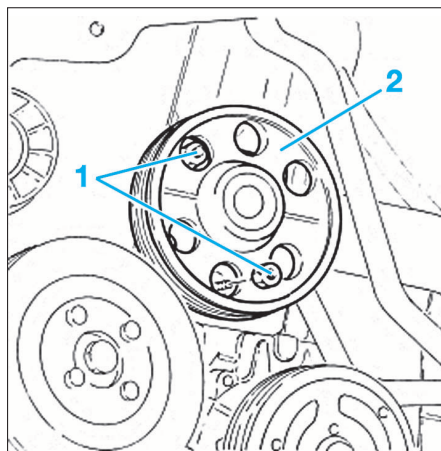

FIG. 14
- À travers les ouvertures de la poulie de pompe à eau (2), desserrer les vis de fixation (1) de de la pompe à eau puis déposer celle-ci. (Fig.14).